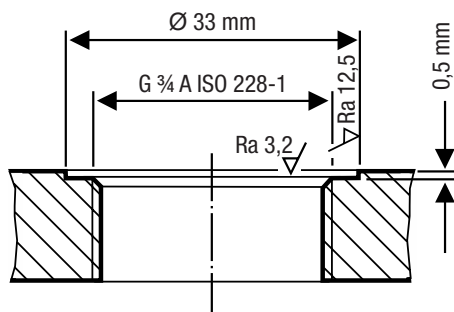

Fig. 9
- Achten Sie auf eine einwandfreie technische Bearbeitung der Dichtflächen des jeweiligen Behältergewindestutzens oder des Flanschdeckels, siehe Fig. 9.
Die Dichtflächen müssen gemäß Fig. 9 technisch einwandfrei bearbeitet sein.